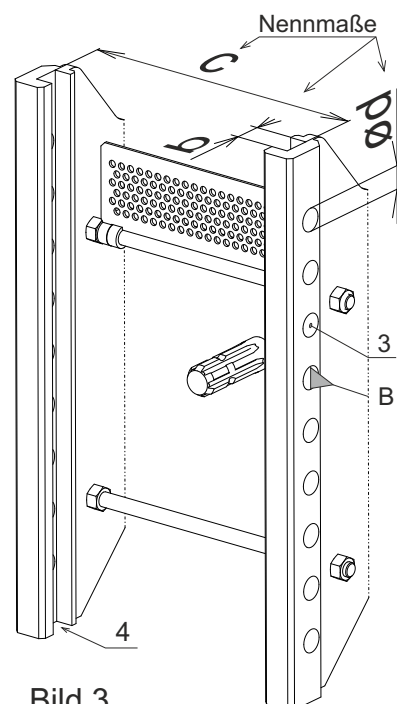

Bild 3
3.2 Kupplung bei Untenanhängung vorzugsweise von unten in die Führungsnuten(4) des Anhängerbockes schieben. Sobald die Arretierbolzen (2) mit den Aufnahmebohrungen (3) fluchten, den [Bild 3] Handhebel entgegen der Pfeilrichtung schieben, um den Verriegelungsvorgang zu unterstützen.
Weiter wie in Pkt. 3.2. [Bild 3]
Kontrolle: überprüfen, ob die Stirnflächen (A) beider Arretierbolzen (2) mit den Enden (B) der Aufnahmebohrungen (3) fluchten. Der Handgriff (1) befindet sich in seiner äußersten Position entgegen der Pfeilrichtung. Die Anhängerkupplung muss sich axial 360° frei verdrehen lassen. [Bild 1-Bild 3]